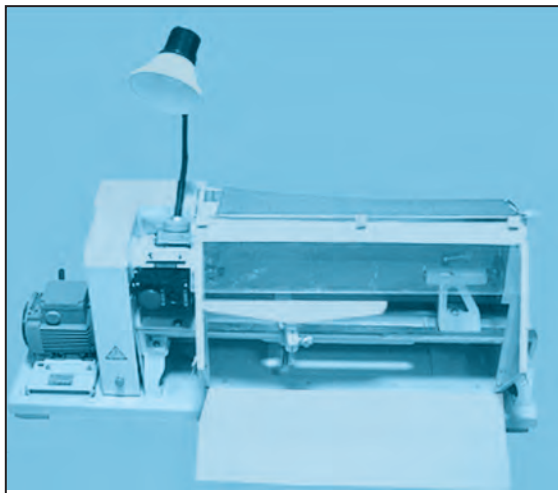

Рис. 60. Токарный станок STD-120.
В число основных узлов токарного станка тип STD-120 по обработке дерева входят станина (1), передняя бабка (2), задняя бабка (3), подпорка (4), а также, долбящее приспособление (5), при помощи которого выполняются работы по выдалбливанию-продырявливанию материалов (рис. 60).